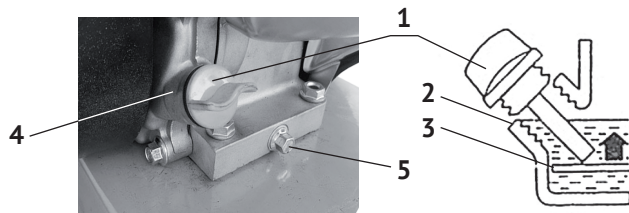

рис.3
Выкрутите пробку-щуп (рис.3 поз.1) из маслозаливной горловины и залейте в картер масло необходимой марки до нижнего края горловины, как показано на рис.3. Вставьте сухой чистый щуп в горловину картера и выньте его. Проверьте уровень масла: граница смоченной области щупа должна располагаться между отметками минимального (рис.3 поз.3) и максимального (рис.3 поз.2) уровней.
- на прогревом до рабочей температуры двигателе, открутите пробку-щуп маслозаливной горловины (рис.3 поз.1);
- открутив болт-пробку маслосливного отверстия (рис.3 поз.5), слейте из картера использованное масло;
- залейте масло в горловину, до нижнего края заливного отверстия, как показано на рис.3.